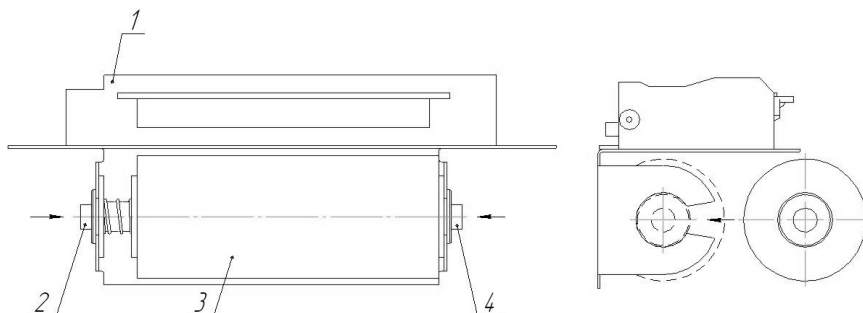

Рис. 6
2.5.7 Установить рулон термобумаги 3 на оси 4 в шасси принтера 1. Для этого зажать втулку с пружиной 2 и установить рулон термобумаги 3 в пазы на шасси принтера 1 (рис. 6).